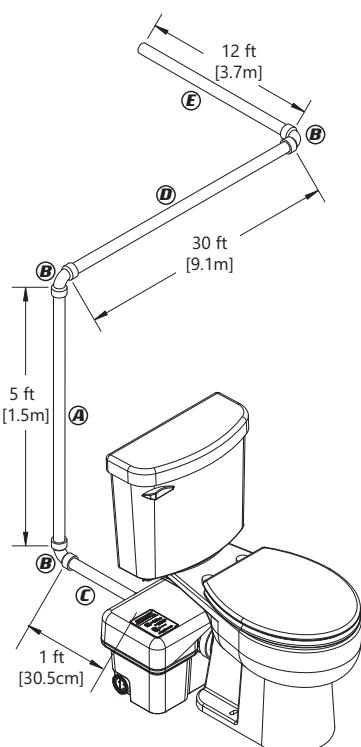

Figura 2. Ejemplo de cálculos
**Por ejemplo**: un tubo de PVC normado 40 de 2.5 cm (1 pulgada) se usa para el desagüe y se tiende horizontalmente por 30.5 cm (1 pie); entonces se dobla a un ángulo de 90° y sube en sentido vertical 1.5 m (5 pies). Después viaja en sentido horizontal con otro recodo de 90° (3 recodos en total) y se conecta a la bajante sanitaria. Consulte Figura 2.